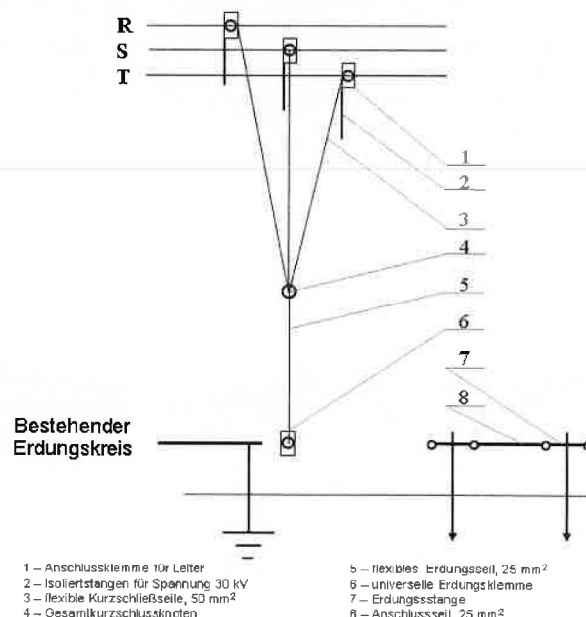

Abb. 1. Bauform der tragbaren Erdung für 20kV-Freileitungen.
– Die Kurzschließvorrichtung besteht aus 3 Leiteranschlussklemmen (1 – sieh. Abb. 1), aus 3 Isolierstangen für Spannung von 30kV, die daran starr angeschlossenen sind (2), aus 3 flexiblen Seilen (3) mit Querschnitt von 50 мм² und Länge von 2,0 m, die an einem gemeinsamen Punkt kurzgeschlossen sind (4). Die Leiteranschlussklemmen ermöglichen ein zuverlässiges Anklemmen an Leiterseile (Cu, Al) mit Querschnitt von höchstens 120 мм². Die Isolierstangen müssen eine Länge von 1,5 m und ein Durchmesser von 33-35 mm aufweisen, signalgelbe Farbe haben und mit einem schwarzen Ring ausgestattet sein, der den erforderlichen Sicherheitsabstand zu Teilen begrenzt, in denen Reststrom fließen kann. Die Leiteranschlussklemmen müssen mit 3 flexiblen Kurzschlussseilen an einem gemeinsamen Punkt angeschlossen sein. Jede Erdung ist mit einer zuverlässigen Kennzeichnung im Bereich des gemeinsamen Kurzschlusspunktes der flexiblen Seile zu versehen, worauf der Herstellername und das Herstellungsdatum deutlich sichtbar sind. Auf den Seilen für mechanischen Schutz muss es einen durchsichtigen Mantel mit durchsichtiger Schutzvorrichtung gegen Biegung an den Verbindungsstellen geben.
– Die Erdungsvorrichtung besteht aus einem flexiblen Erdungsseil (5) mit Querschnitt von 25 мм² und Länge von 11m, einer universellen Erdungsklemme (6), zwei Erdungsspießen (7) und einem Anschlussseil (8) mit Querschnitt von 25 мм² und Länge von 2 m. Die universelle Erdungsklemme muss für Montage an Schienen, Leiterseilen und Bolze mit einem kugelförmigen Kopf Ø 20 geeignet sein. Das Erdungsseil verbindet den gemeinsamen Kurzschlusspunkt mit den Erdungsspießen oder der Erdungsklemme. Das Seil endet mit einem Kabelendverschluss, dessen Öffnung Ø 13 ist. Die Erdungsspieße weisen eine Länge von 50 cm und ein